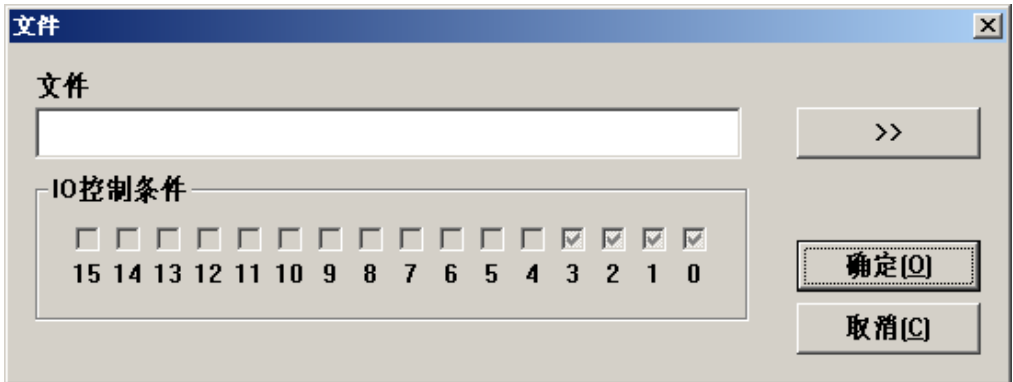

图 8-41
**增加：** 添加标刻文档，点击后显示文件界面，图 8-41。选择文件后设置 IO 控制条件。当板卡检测相应的输入信号时标刻此文件。
如果需要软件接受信号为脉冲信号，则要在开始标刻端口中设置不属于 IO 控制条件的输入端口。即在图 8-41 中 IO 控制条件为 0-3，则开始标刻端口要设除了 0-3 以外的其他端口，如端口 6。点击标刻后，标刻界面如下图 8-44。同时给开始标刻信号和控制条件信号，标刻相应的文档一次。